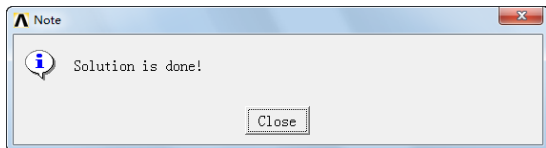
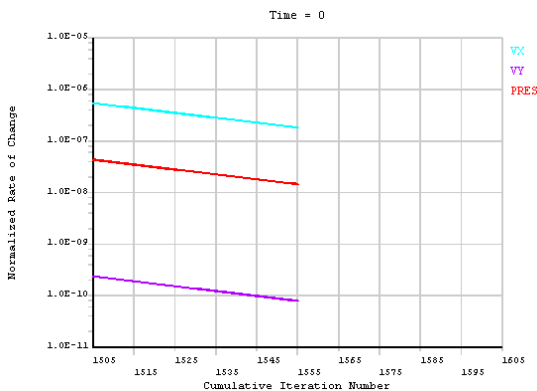
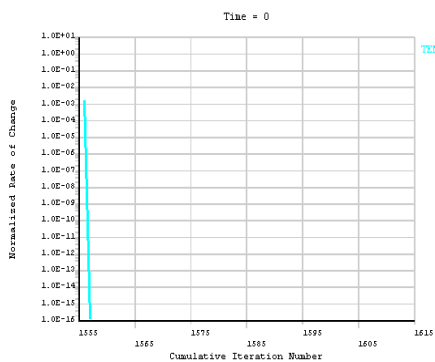

图 8-36 “Note”对话框
图 8-37 迭代曲线
图 8-41 迭代曲线
⑦求解结束以后, ANSYS 显示窗口将出现“Note”对话框, 如图 8-36 所示, 单击其上的“Close”按钮关闭该对话框。求解迭代曲线如图 8-37 所示。
⑬求解结束后, ANSYS 显示窗口将出现“Note”对话框, 如图 8-36 所示, 单击其上的 Close 按钮关闭该对话框。求解迭代曲线如图 8-41 所示。